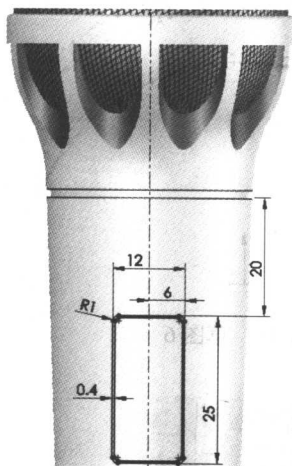

图 1-13 草图 4
(1) 绘制草图 4。单击 前视基准面 → → ，用草图工具绘制出如图 1-13 所示的草图 4，单击图标按钮 退出草图绘制。